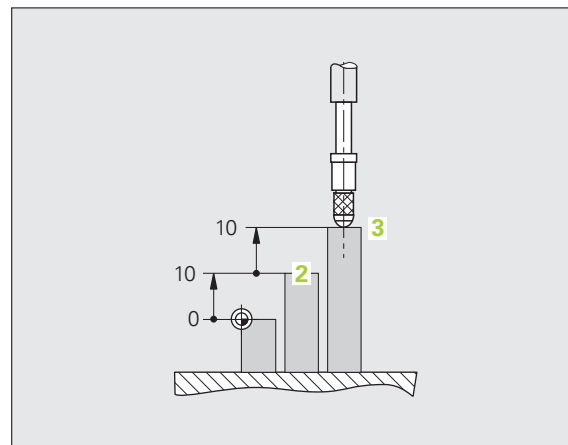

рис. I.6 Позиция **3**, например, „Инкрементальная позиция заготовки“
**Пример:** инкрементальные координаты позиции **3** относительно позиции **2** (смотри рис. I.6).